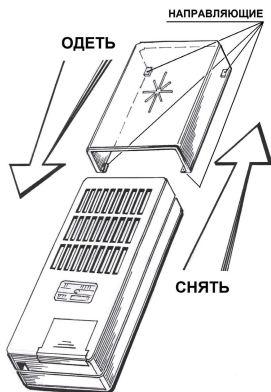

Рис. 5
Измерение плотности потока бета-частиц выполняется без корректирующего фильтра (открытый детектор). Для этого следует снять фильтр (рис.5).
- По окончании измерения плотности потока бета-частиц следует одеть корректирующий фильтр как показано на рис.5.